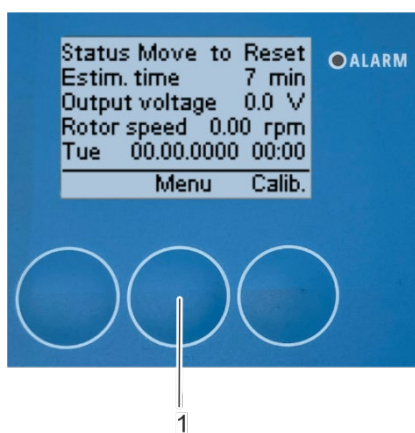
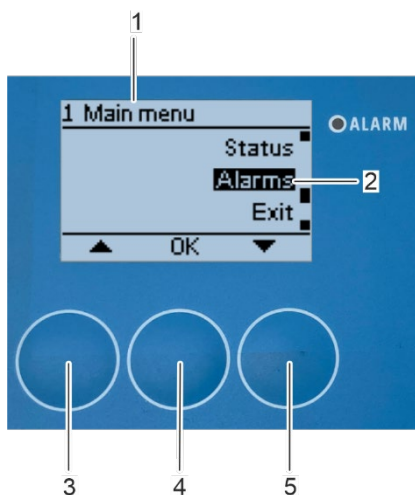

Figura 181: Abrir el menú principal
Figura 182: Abrir el submenú «Alarma»
1. Pulse [Menú] (Figura 181/1) para abrir el menú «1 Menú principal» (Figura 182).
⇒ En la pantalla aparecerá el menú «1 Menú principal» (Figura 182/1).
2. Seleccione el submenú «Alarma» (Figura 182/2) mediante los botones de flecha [arriba] (Figura 182/3) y [abajo] (Figura 182/5).
3. Confirme la selección pulsando [Aceptar] (Figura 182/4).